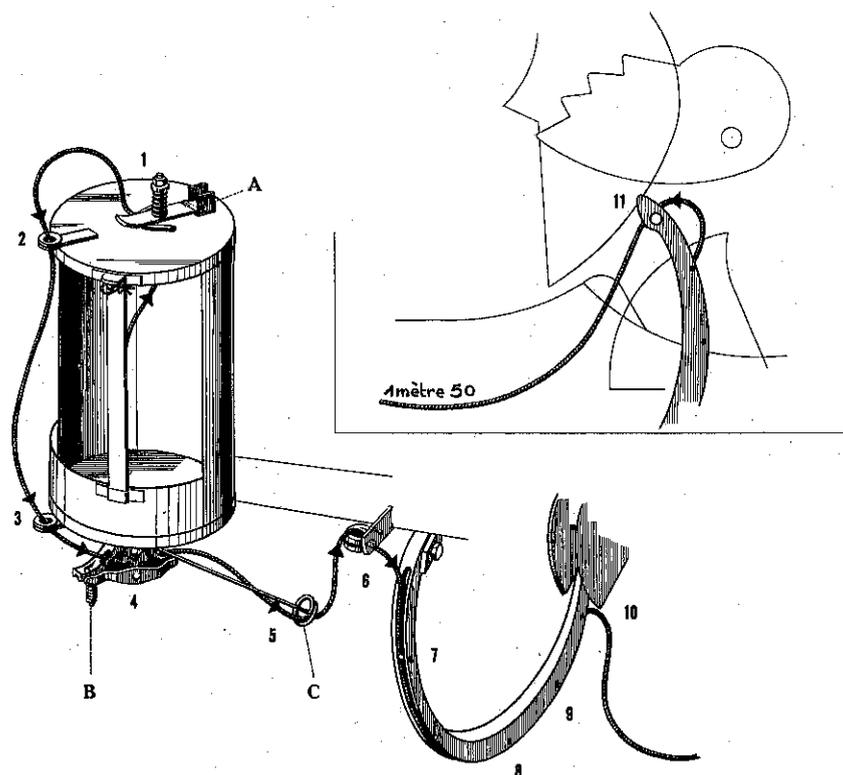

Figure 7 - Circuit de la ficelle
Placez les fermetures de boîte, tirez le brin du centre de la première pelote en le passant comme suit (voir figure 7) :
- 11 - Enfin pour les galets des extrémités d'aiguilles qui sont engagés entre les deux secteurs, provoquez un déclenchement du mécanisme noueur pour les faire apparaître au-dessus des secteurs en tournant la machine dans le sens de la marche normale (voir figure 7).
Le pince-ficelle A (fig. 7) situé à la partie supérieure de la boîte a un rôle très limité qui consiste à éviter un débobinage malencontreux des pelotes, lorsque
Avant la mise en service de votre presse, assurez-vous que les écrous tarant les ressorts de tendeur B (fig. 7) ne sont pas serrés exagérément mais seulement de façon telle qu'à l'opération de nouage, lors de la descente des aiguilles, le ressort de ficelle C tienne constamment tendu le brin de ficelle compris entre le tendeur B et le passant d'aiguille 6. Par la suite, et compte tenu du rodage du circuit ficelle, vous serez appelé à modifier le serrage des écrous de tarage du tendeur B.